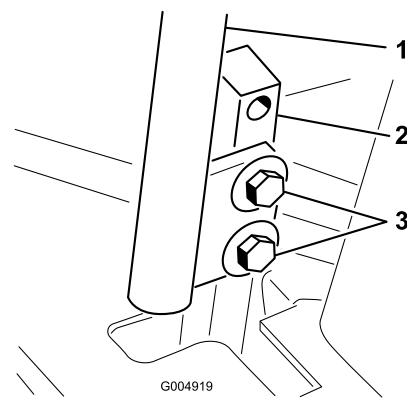

Figure 67
3. Desserrez les boulons de fixation des leviers de commande (Figure 67).